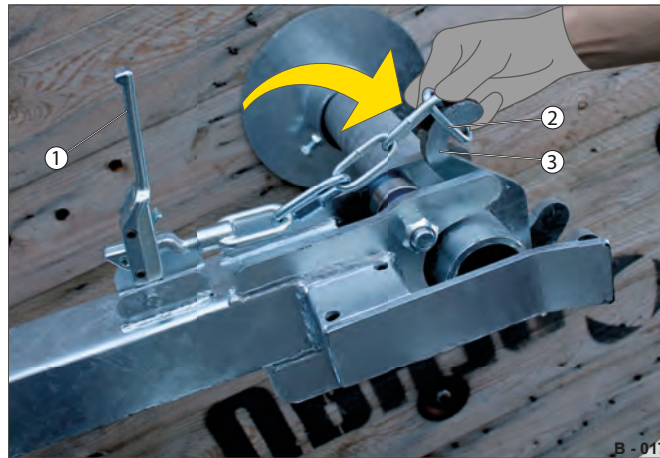

Fig. 14 Sikring af kabeltromlen
► Løft håndtaget (Fig. 14 /1) op, og sæt kædeøjet (Fig. 14 /2) på krogen (Fig. 14 /3).